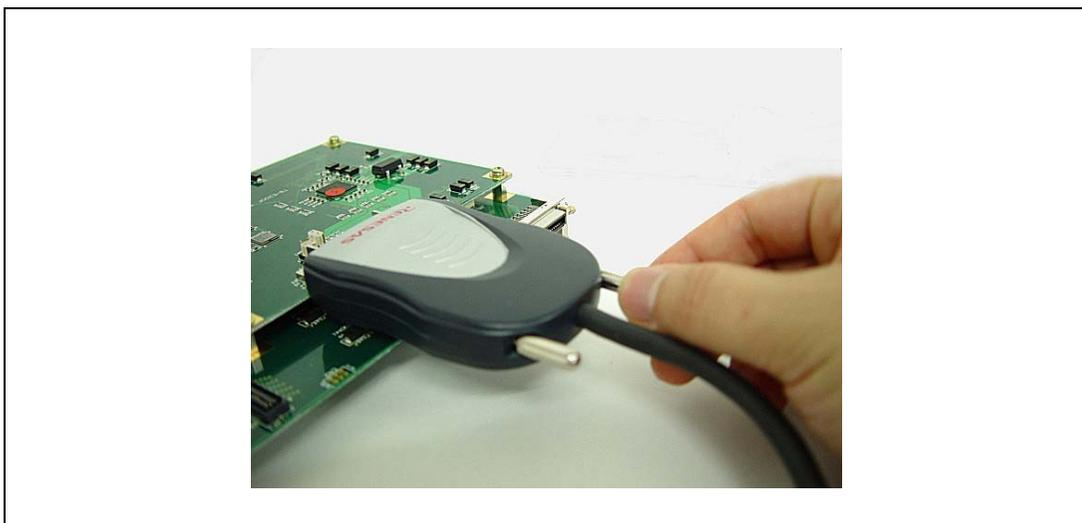

図 2.28 ユーザシステムと H-UDI プローブの固定方法
- 図2.28のようにユーザシステムとH-UDI/AUDプローブを固定用ネジにてネジ止めしてください。